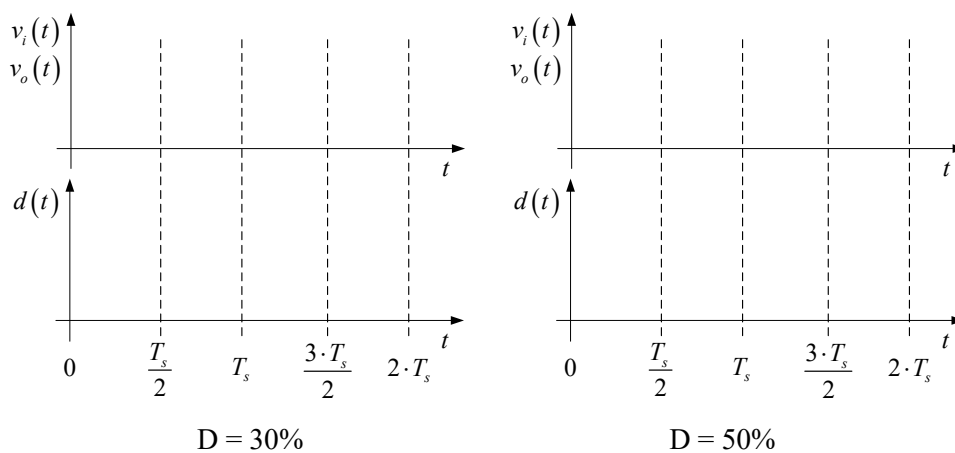

Figura 30 – Principais formas de onda do conversor cc-cc Buck.
- 1) Esboce as formas de onda observadas no osciloscópio na Figura 30.